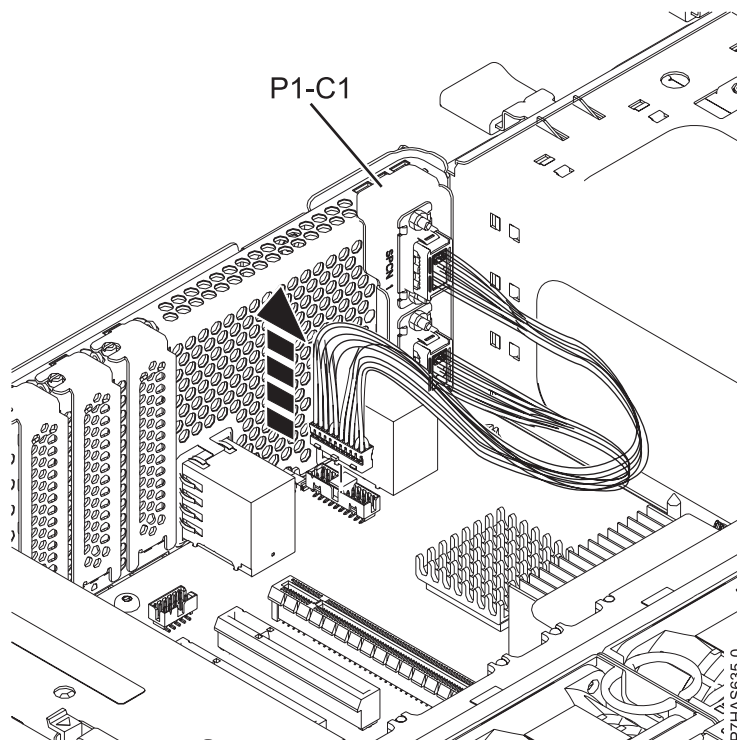

Figura 7. Extracció del conjunt del cable SPCN
- Desconnecteu el cable de contrapunt SPCN de la placa posterior del sistema, tal com es mostra a la Figura 7 a la pàgina 10.